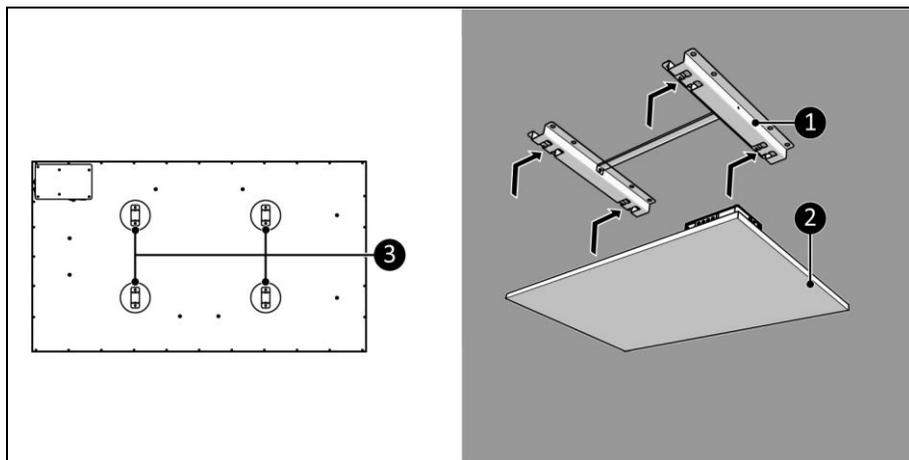

Figur 12
2. Anbring enheden med en minimumsafstand (Figur 12) på: